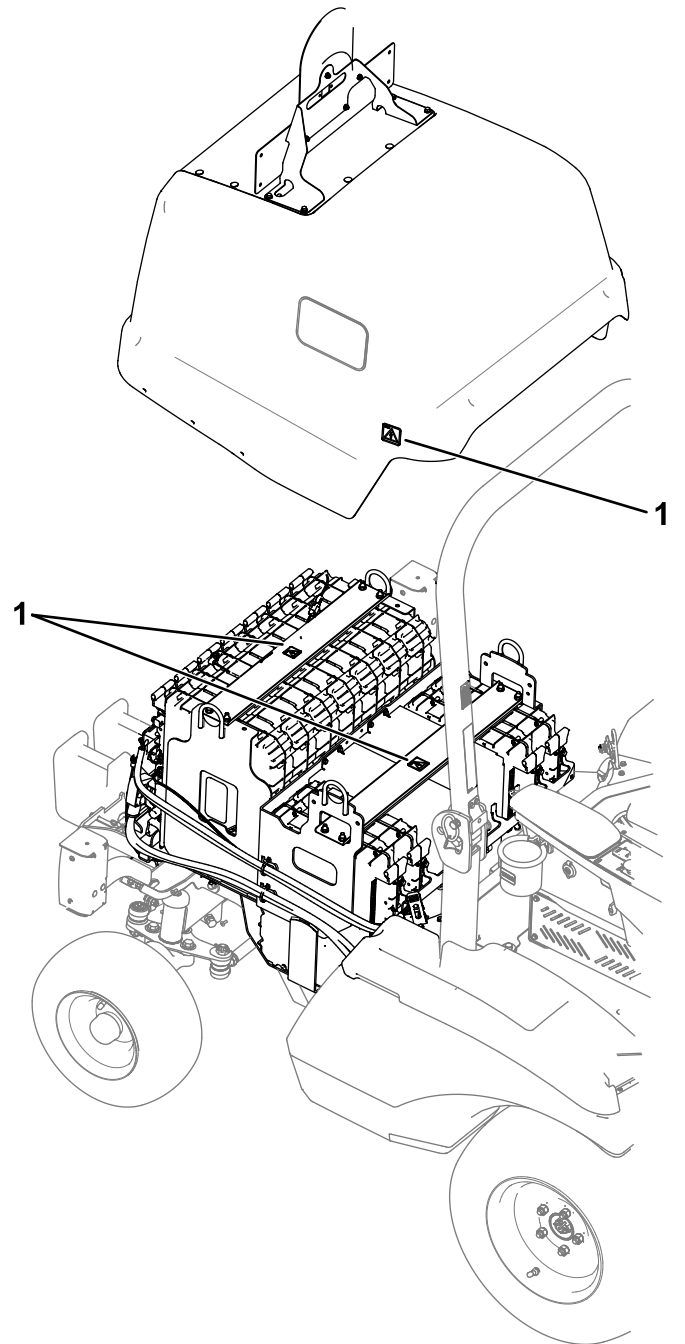
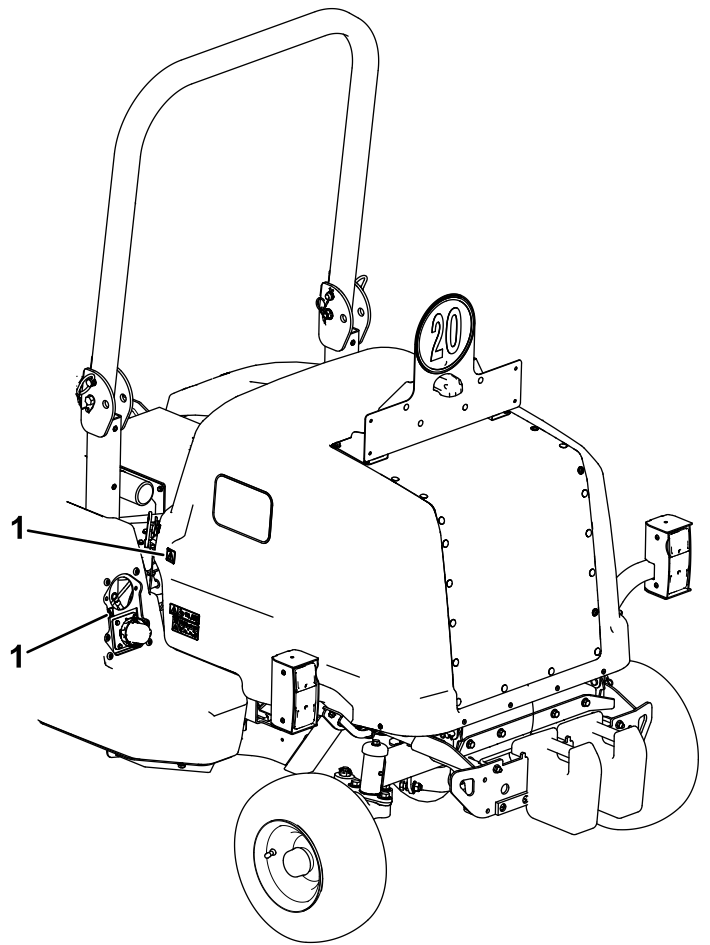

Figure 39
Figure 41
- Capot (Figure 39 et Figure 41)
- Prise de charge/interrupteur d'alimentation (Figure 41)
- Profilés de support dans le compartiment de la batterie (Figure 39)